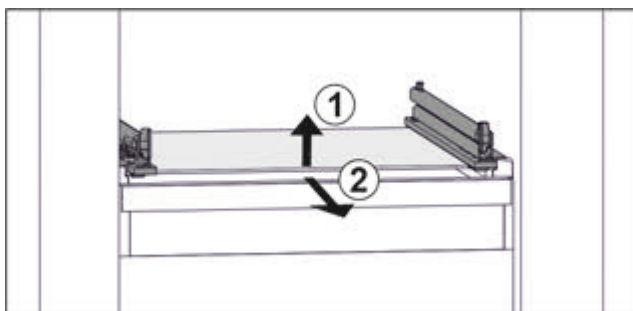

Fig. 52 Приблизне відображення скляної пластини
- ▶ Підняти скляну пластину спереду. Fig. 52 (1)
- ▶ Вийняти скляну пластину рухом вперед. Fig. 52 (2)